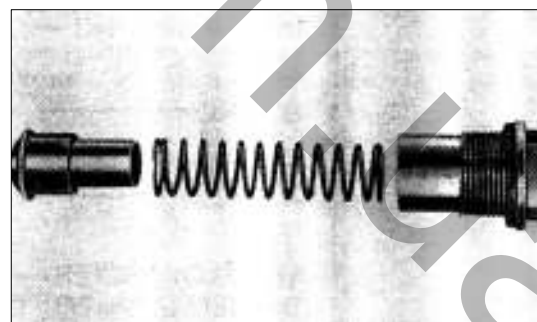

РИС. 137
- 1) Проверьте пружину байпасного клапана (рис. 137) на соответствующем станке для проверки пружин и замените её в случае необходимости.